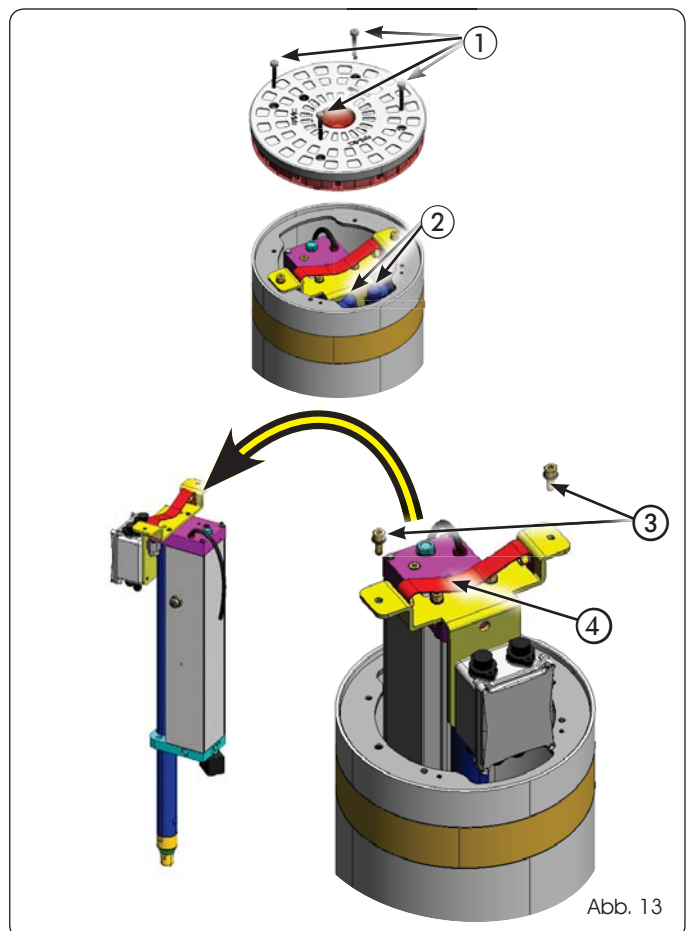

Abb. 13
Die Sperrschraube am Kopf des Pollers kann auch umgedreht angeschraubt werden, um zu verhindern, dass der Poller hydraulisch manuell eingefahren wird. Dafür zuerst die vier Befestigungsschrauben am Kopf abschrauben und den Kopf entfernen (siehe Abb. 13, Bez. ①)
1. Den oberen Kopf anheben und hierfür die entsprechenden vier TAMPERTORX T30-Schrauben abschrauben (Abb. 13, Bez. ①)
2. Die beiden Steckverbinder an der internen Verteilerdose abklemmen (Abb. 13, Bez. ②)
3. Die beiden Schrauben, mit denen das Hydraulikaggregat am Zylinder befestigt ist, abschrauben (Abb. 13, Bez. ③)
4. Das Aggregat vollständig mithilfe des entsprechenden Griffs anheben (Abb. 13, Bez. ④).